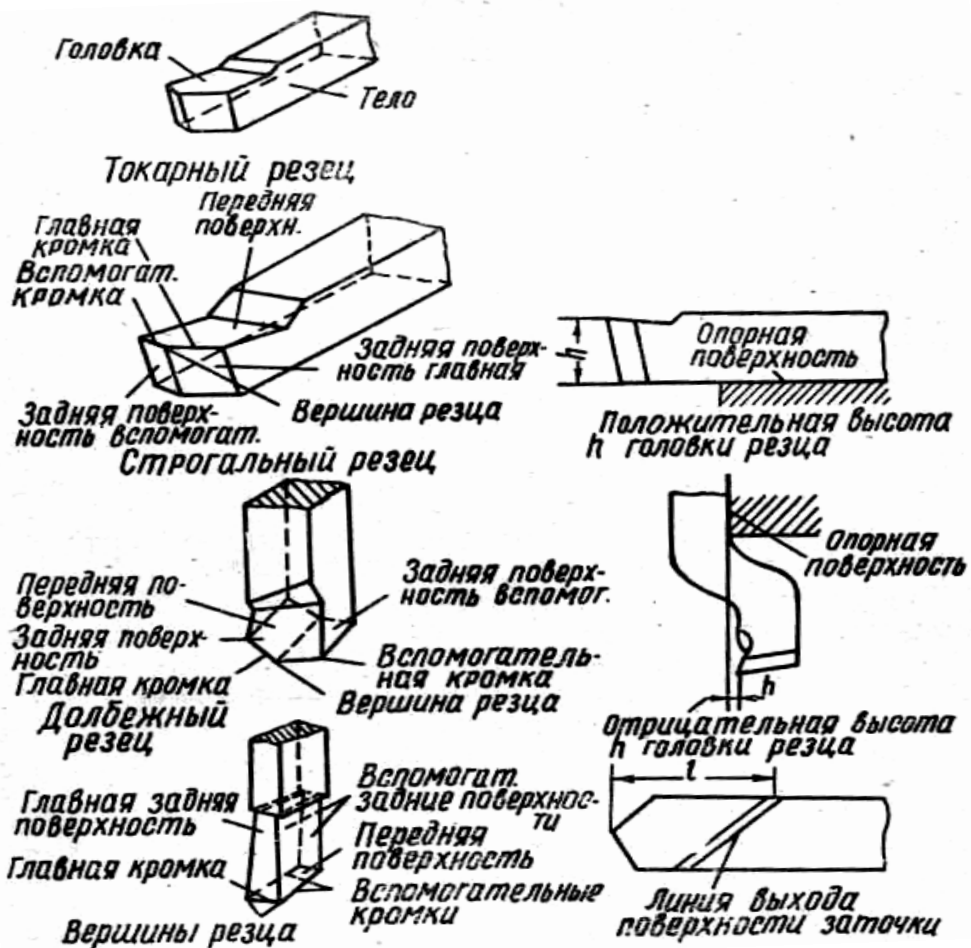

Рис. 1. Виды резцов по типу станков
- **типу станков** - токарные, строгальные, долбежные и т. д. (рис. 1);